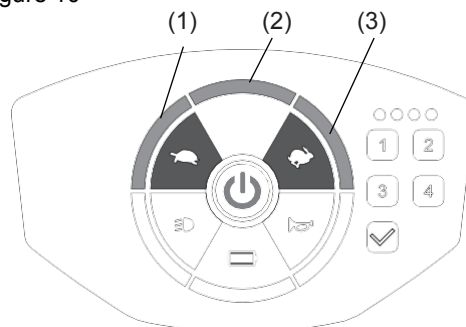

Figure 11
- Il existe 3 vitesses de réglage différentes, de la plus rapide 3>2>1 à la plus lente (figure 11).